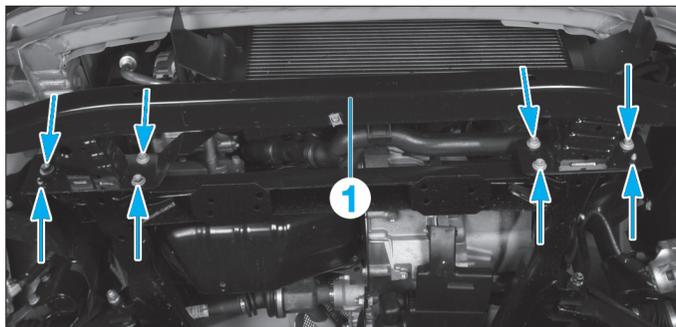

Fig. 9
- Déposer la traverse (1) (Fig.9).